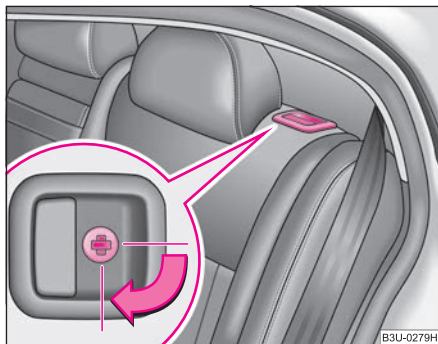

Fig. 72 Blocarea butonului de deblocare
- Butoanele de deblocare se blochează rotind spre dreapta fanta din încuietoare, cu cheia principală ⇒ fig. 72.